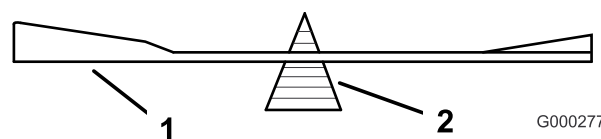

Figura 68
2. Verifique el equilibrio de la cuchilla colocándola sobre un equilibrador de cuchillas (Figura 68). Si la cuchilla se mantiene horizontal, está equilibrada y puede utilizarse. Si la cuchilla no está equilibrada, rebaje algo el metal afilando únicamente el extremo de la zona de la vela.